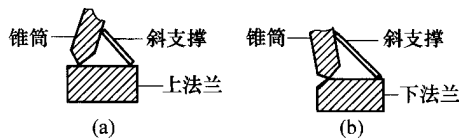

图3 斜支撑
(1) 上下法兰与锥筒焊接时, 要做到坡口内外对称施焊, 以保证坡口内外收缩应力相等。
(2) 在法兰的外径边缘与锥筒加斜支撑, 用以提高结构的刚性, 防止法兰在焊接时平面度变差, 如图 3 所示。